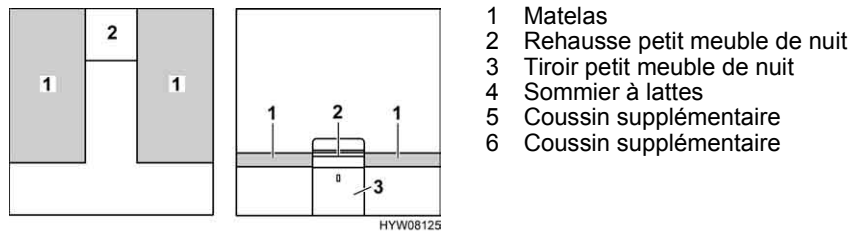

Fig. 86 Avant la transformation
- Retirer la rehausse du petit meuble de nuit (Fig. 86,2) et la mettre de côté.